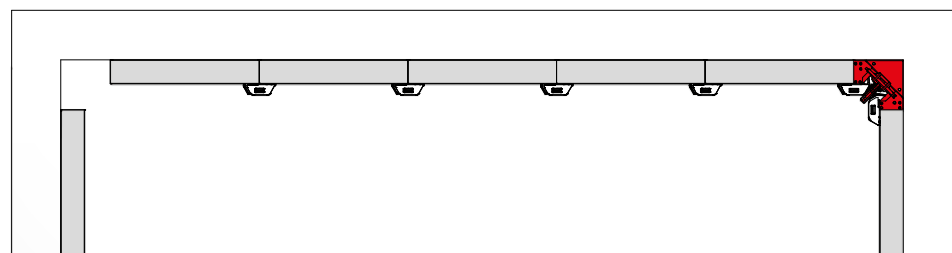

Abb. 36.3
3. ST-Ausschalecke nach oben weg ziehen und Elemente ausschalen (Abb. 36.3).